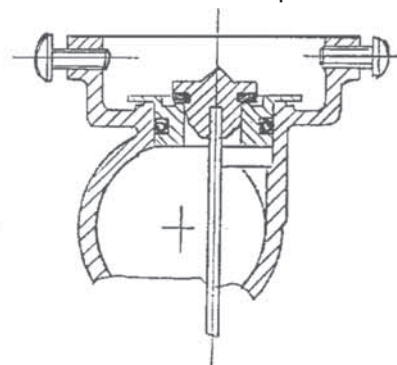

рис.14
9. Установите в соответствии с избранным типом газа газовый клапан (рис. 14).